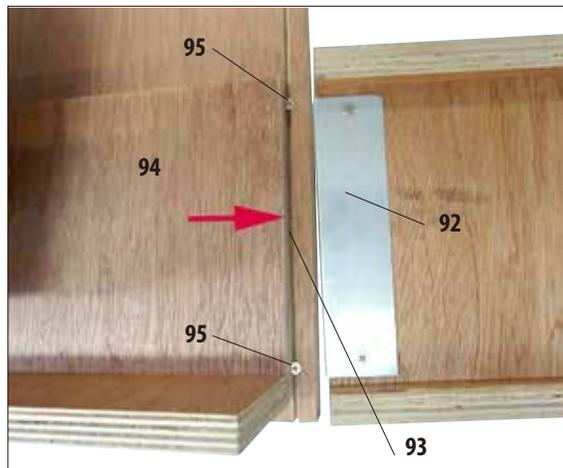

Fig. 9
- Accrocher ces deux rails à la palette en les plaçant sur les côtés gauche et droit à l'aide de la plaque (92) dans la rainure (93) de sorte à former une passerelle avec la planche de bois (94) sur laquelle se trouve l'appareil (fig. 9).
- Vérifier que la plaque (92) est bien placée dans la rainure entre les deux vis (95). Ces vis empêchent que le rail ne glisse sur le côté.